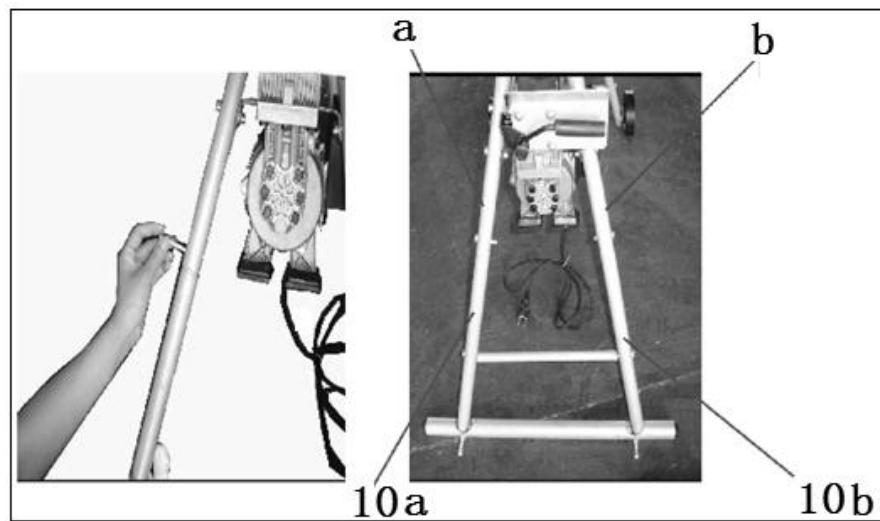

Fig. 2
- Montez les pieds avant en fixant la partie basse (10a) à la partie haute (a) et la partie basse (10b) à la partie haute (b) à l'aide des boulons et des écrous (fig.2).